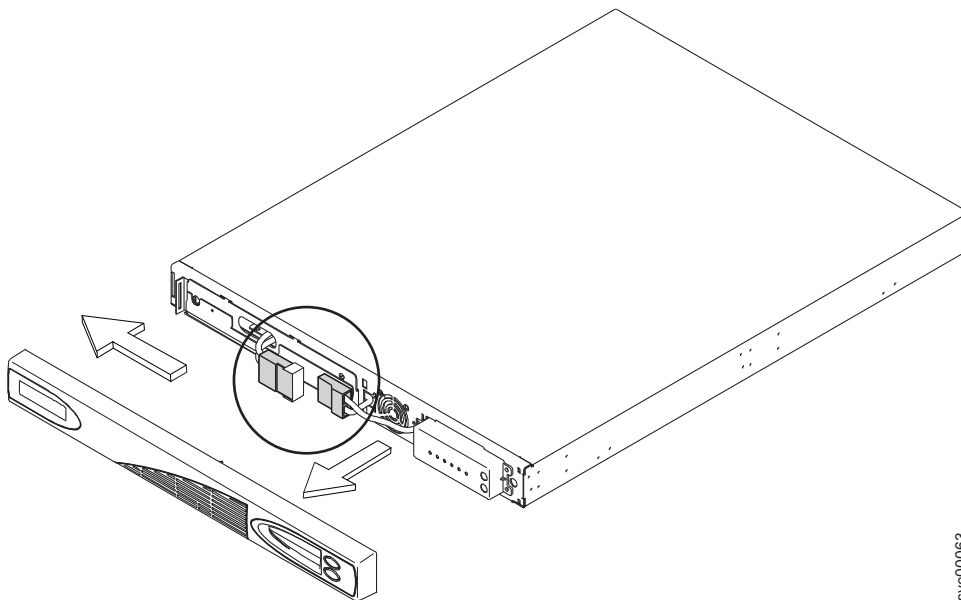

図 317. 2145 UPS-1U のフロント・パネルの取り外し
5. 2145 UPS-1U のフロント・パネルを、図 317 に示すように、手前に引いてから左に引いて取り外します。